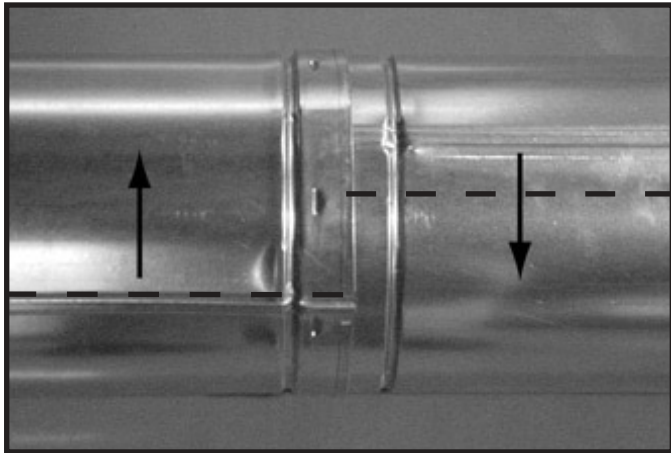
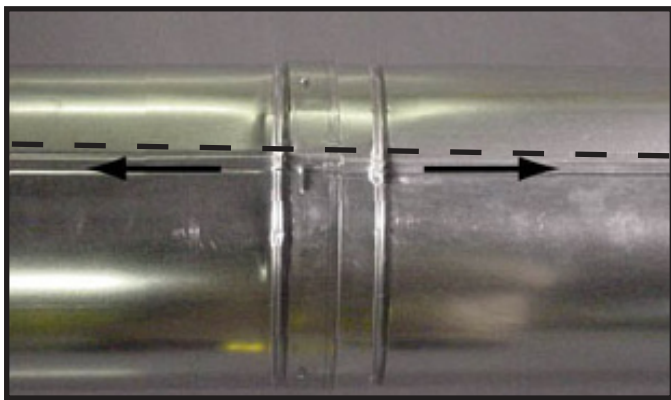

Figure 10.7 Tournez les cordons de soudure pour démonter
Figure 10.8 Alignez et démontez les sections du conduit d'évacuation
- Faites tourner l'une ou l'autre des sections (voir la Figure 10.7) afin que les cordons de soudure des deux tuyaux soient alignés comme le montre la Figure 10.8.